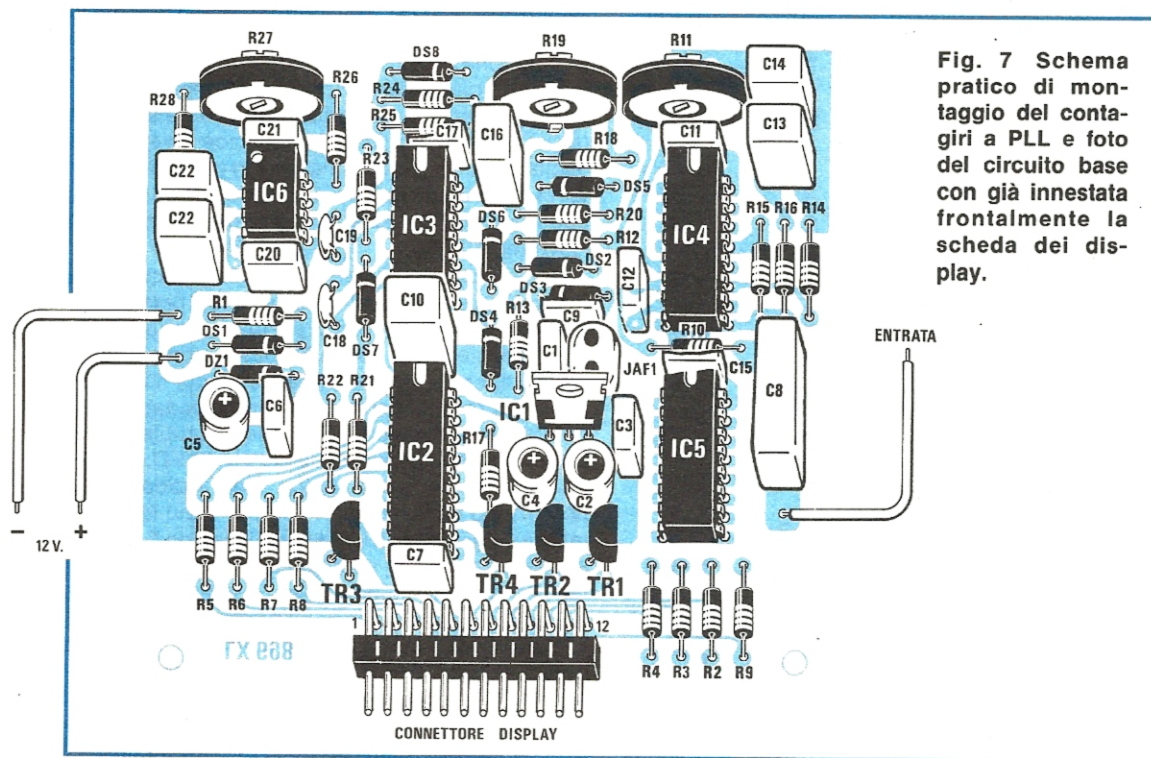

Fig. 7 Schema pratico di montaggio del contagiri a PLL e foto del circuito base con già innestata frontalmente la scheda dei display.
Dopo questa premessa, proseguirete nel montaggio inserendo i quattro transistor TR1 - TR2 - TR3 - TR4, rivolgendo la parte piana del corpo verso destra (vedi schema pratico di fig. 7), quindi l'integrato stabilizzatore IC1, collocando il lato metallico verso i due condensatori elettrolitici C2 C4 e inserendo vicino a questo, anche l'impedenza di AF siglata JAF1. Per ultimo monterete il connettore maschio a 12 poli ripiegato a L, che vi servirà per l'innesto del circuito stampato dei display, siglato LX.697.
**Ad esempio, nella fig. 7 noterete una sola impedenza JAF1 anzichè le due presenti nelle foto, perchè in fase di collaudo il circuito è stato tecnicamente migliorato.**
Il circuito base LX.698, completo di circuito stampato, tutti gli integrati completi di zoccolo, i transistor, tutte le resistenze, i diodi, i condensatori (sia per 2-4-6 cilindri), il connettore maschio, i trimmer ecc. (vedi fig. 7) ..... L. 44.000